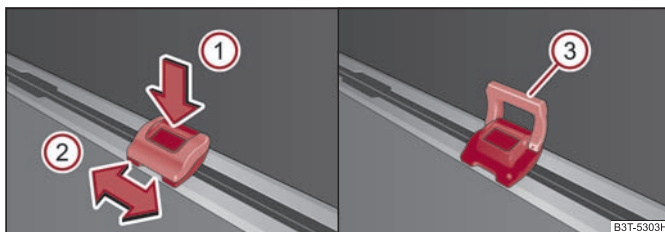

Fig. 94 Inelele de ancorare mobile
- Apăsăți tasta ① ⇒ fig. 94 și împingeți inelul de ancorare în poziția dorită, săgeata ②.
- Rabatați mânerul ③ ⇒ fig. 94 în sus și montați, de exemplu, plasa de siguranță. ■